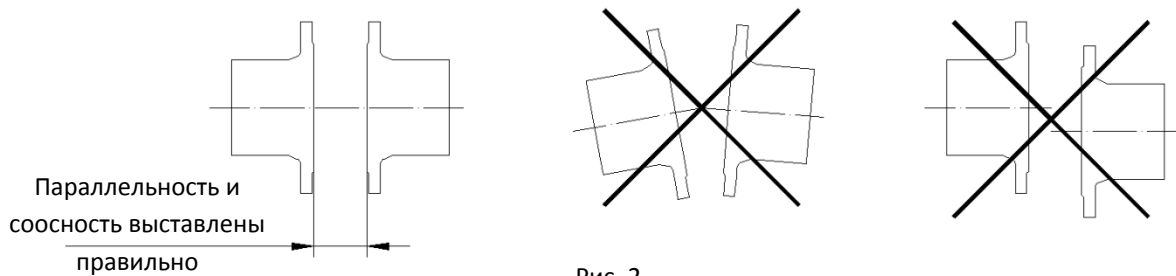

Рис. 2
- Соблюдайте особую тщательность при установке расстояния между стыковочными фланцами. Кроме того, фланцы должны выставляться строго параллельно и соосно (Рис. 2). Неправильное расположение фланцев может вызвать деформацию корпуса и нарушить нормальную работу задвижки.